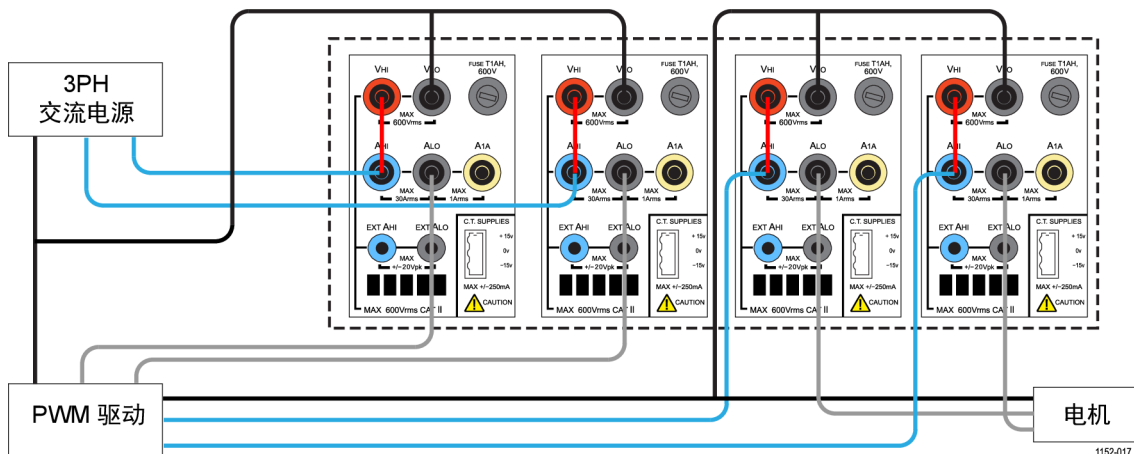

图 47: PWM 电机驱动效率 (三相输入和三相输出)
1. 将 PWM 电机驱动的三相交流输入连接到 PA3000 的前两条通道，如接线图中所示。（见图 47）